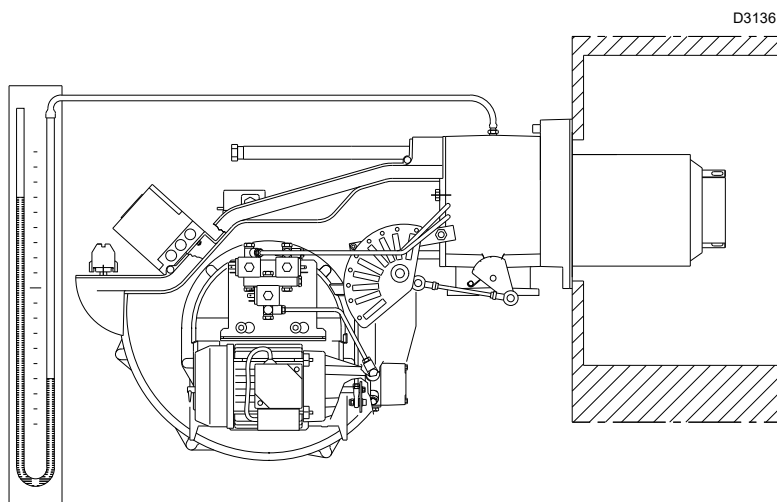

Fig. 33
- Montar un manómetro en U o un manómetro de tipo diferencial (Fig. 33), con toma (+) en la presión del gas del manguito y (-) en la cámara de combustión.
La llegada de gas al manguito puede observarse en el manómetro en U (Fig. 33).
Orientativamente, puede obtenerse consultando la Tab. K en pág. 27, basta con leer la presión del gas en el manómetro en "U", ver Fig. 33 en pág. 32, y seguir las indicaciones.